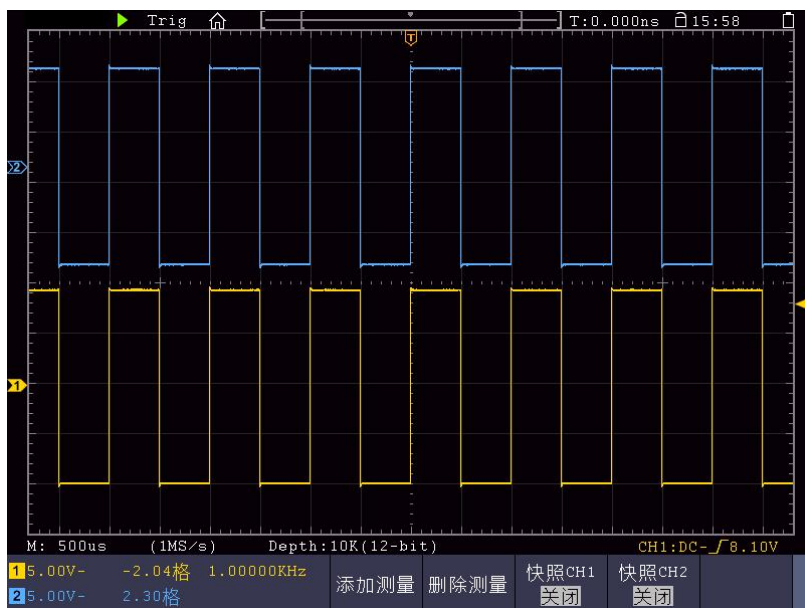

图 9-2：增益测量波形
- (1) 按下 **自动设置** 按键。示波器自动把两个通道的波形调整到合适的显示状态。
- (2) 按 **测量** 键，屏幕显示自动测量菜单。
- (3) 按下方菜单中的 **添加测量**。
- (4) 在右侧菜单中，按 **信源** 菜单项来选择 **CH1**。
- (5) 屏幕左侧显示测量类型菜单，旋转 **通用** 旋钮选择 **峰峰值** 选项。
- (6) 在右侧菜单中，按 **添加测量**，CH1的峰峰值测量添加完成。
- (7) 在右侧菜单中，按 **信源** 菜单项来选择 **CH2**。
- (8) 屏幕左侧显示测量类型菜单，旋转 **通用** 旋钮选择 **峰峰值** 选项。
- (9) 在右侧菜单中，按 **添加测量**，CH2的峰峰值测量添加完成。
- (10) 从屏幕左下角测量值显示区域读出CH1和CH2的峰峰值。见图 9-2。
- (11) 利用以下公式计算放大器增益。